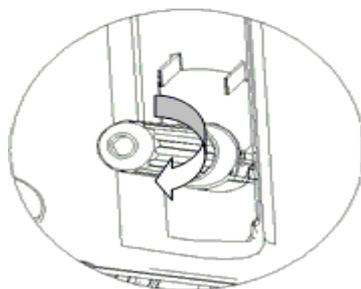

Figura 17
4. Allentare la guaina della cartuccia CO2 (Come figura 15), inserire una cartuccia da 16 grammi di CO2 nella guaina (Figura 16), e avvitare la guaina ermeticamente finché si sente un “click” (Figura 17), che indica che il sigillo della cartuccia è stato rotto e il gas CO2 può fluire nel fusto liberamente. Assicurarsi che la guaina sia fissata saldamente per evitare la fuoriuscita di CO2. Poi mettere la guaina della cartuccia CO2 nel coperchio superiore.